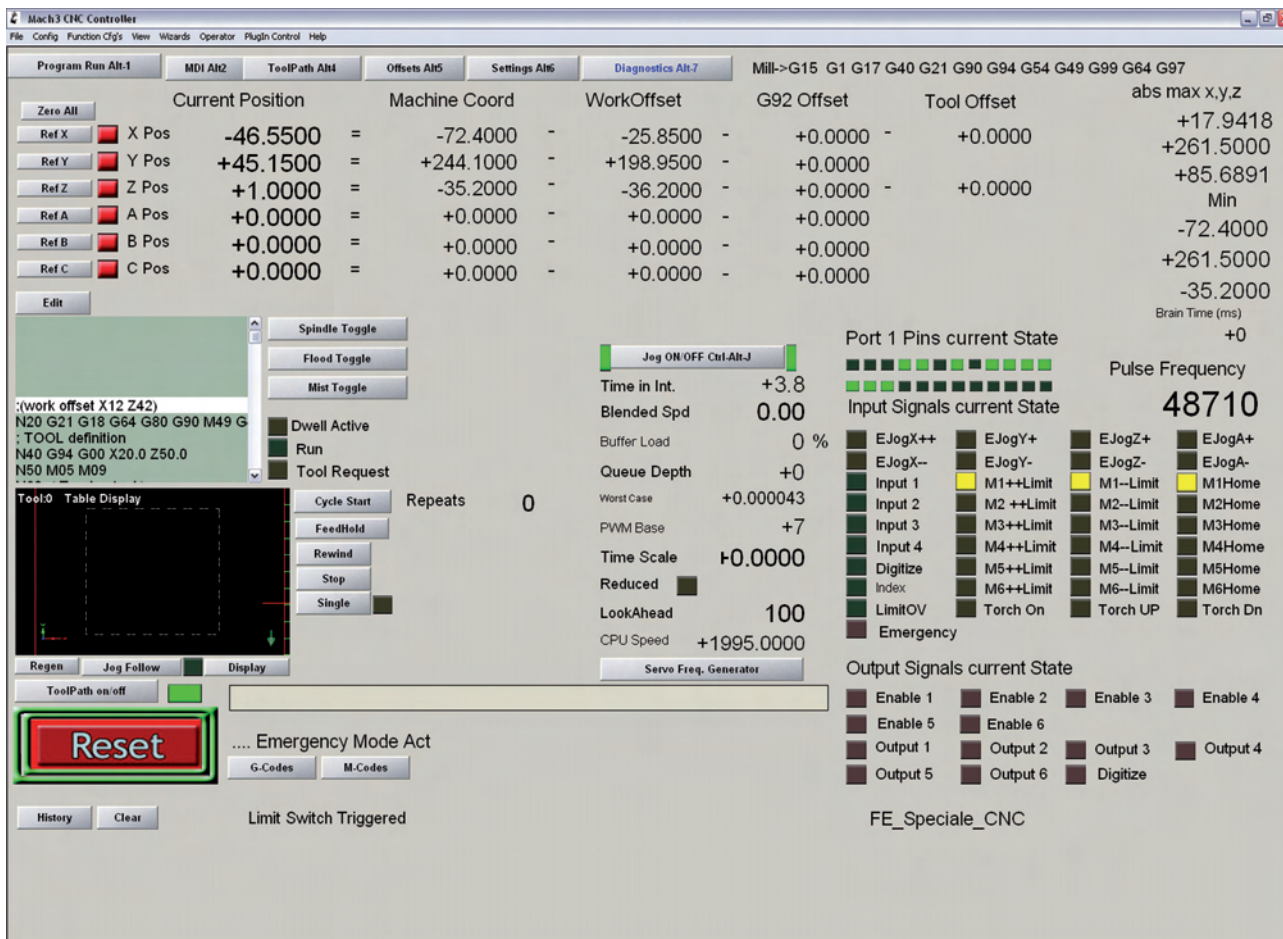

Figura 20: la schermata diagnostica di Mach3. In questo caso è attivo il sensore di fine corsa dell'asse X.
20. A questo punto azionate manualmente gli switch di fine corsa dei singoli assi: se tutto funziona correttamente dovrete veder accendersi i quadratini gialli in corrispondenza delle voci M1++Limit, M2++Limit, ecc.... La figura 20 mostra la situazione con uno dei fine corsa dell'asse X attivo. Se i fine corsa rispondono potete provare a spostare con i tasti freccia uno degli assi fino al massimo consentito verificando appunto che, quando entra in funzione il fine corsa, il movimento si arresti automaticamente. Usate il pulsante "Program Run" per tornare alla schermata principale.